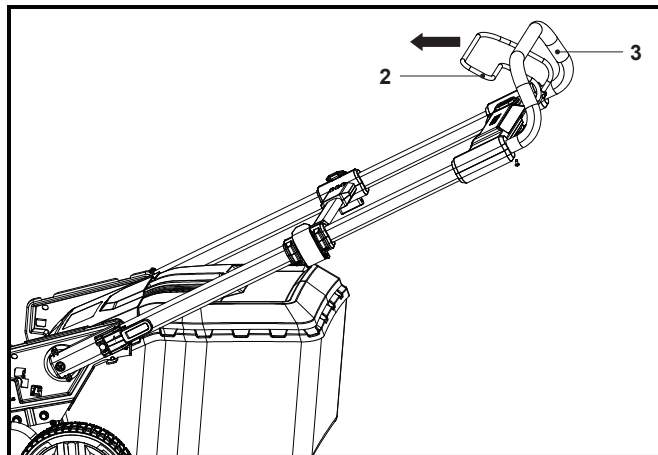

Fig. 19
1. Relâcher le levier de démarrage (2) pour arrêter la tondeuse à gazon (Fig. 19).